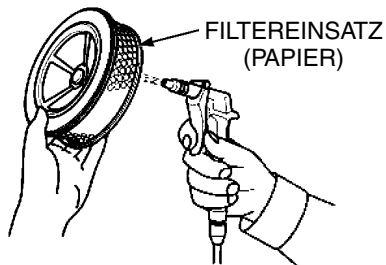

Abbildung 15. Reinigung des inneren Papierfilters
- Zum Reinigen des Papiereinsatzes (Abbildung 15) mehrmals das Filterelement auf eine harte Fläche schlagen, um den Schmutz zu entfernen oder Druckluft (max. 30 psi, 207 kPa oder 2,1 kgf/cm²) vom Luftfiltergehäuse her durch den Filtereinsatz blasen.